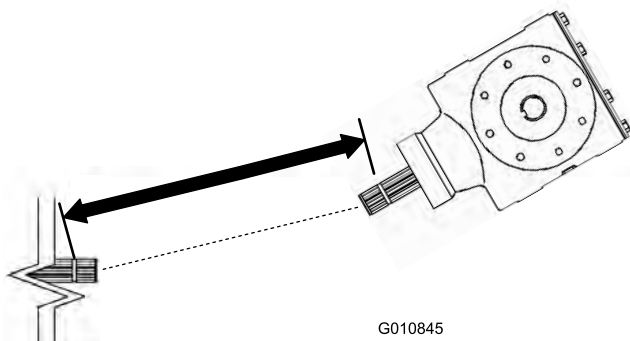
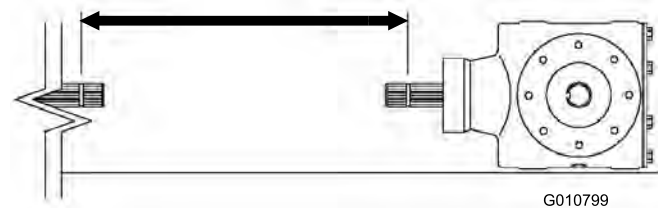
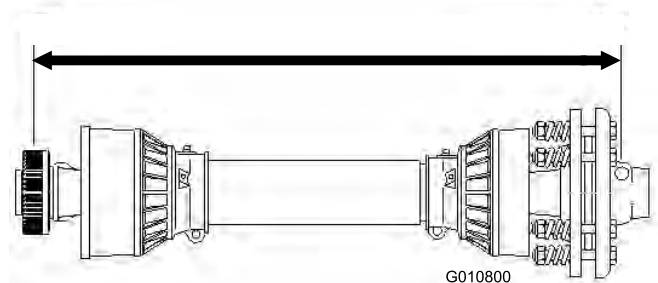

Figura 10
Figura 12
Figura 13
3. Misurate la distanza tra il solco sull'estremità dell'albero della presa di forza dell'unità motrice e il solco sull'albero della presa di forza della trasmissione dell'arieggiatore (Figura 10). Annotate questa distanza. Esempio: 67 cm.
5. Misurate la distanza tra il solco sull'estremità dell'albero della presa di forza dell'unità motrice e il solco sull'albero della presa di forza della trasmissione dell'arieggiatore (Figura 12). Annotate questa distanza. Esempio: 70 cm.
6. Sull'albero della presa di forza misurate la distanza tra il centro del bordo della ruota del perno di bloccaggio su un lato, e il centro del bottone del perno di bloccaggio sull'altro lato (Figura 13). Annotate questa distanza. Esempio: 81 cm.
7. Scegliete la minore delle due misure indicate nella Figura 12 e nella Figura 10 e sottraetela dalla distanza indicata nella Figura 13. Esempio: 81 cm meno 67 cm uguale 14 cm.